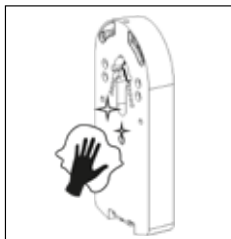

Abb. 1
5.1 Reinigen Sie die Rückenschale (Außenseite) mit einem lösemittelfreien Reinigungsmittel (z. B. lösemittelfreie Glasreiniger). Die Klebefläche muss trocken, sauber, fett- und staubfrei sein (Abb. 1).